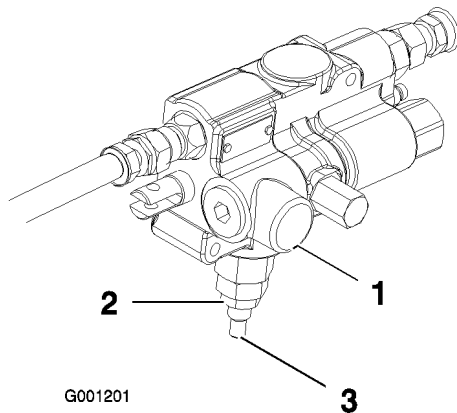

Figure 13
4. Desserrez l'écrou de blocage au bas de la soupape de levage (Figure 13) située du côté droit de la machine.